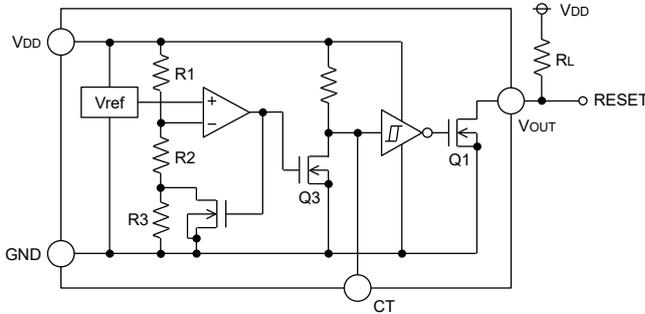
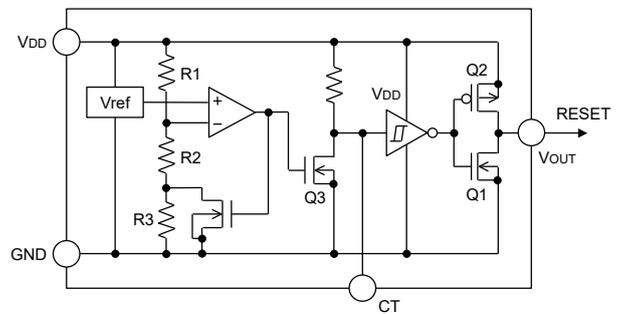

Fig.15 (BD52xx タイプ内部ブロック図)
Fig.16 (BD53xx タイプ内部ブロック図)
オープンドレインタイプ (Fig.15) と CMOS 出力タイプ (Fig.16) 共に、検出電圧及び解除電圧をスレッショルド電圧とし、VDD Pin に印加された電圧が各々のスレッショルド電圧に達した時、VOUT 端子電圧は“H”→“L”また“L”→“H”に切り換わります。BD52xx シリーズ、BD53xx シリーズは遅延機能付のため、出力が“L”→“H”に切り換わる時、外付けコンデンサ (CCT) の値で決まる遅延時間 tPLH を設定することができます。BD52xx シリーズでは出力形式がオープンドレイン方式であるため、プルアップ抵抗を VDD または他の電源との間に接続してください。(この場合の出力 (VOUT) H 電圧は VDD もしくは他の電源電圧になります。)
入力電源電圧 VDD を SWEEP UP 及び SWEEP DOWN させた時の入力電圧 VDD、CT 端子電圧 VCT、出力電圧 VOUT の関係は以下のようになります。(回路は Fig.15,16 です。) 下図の①~⑤について説明します。